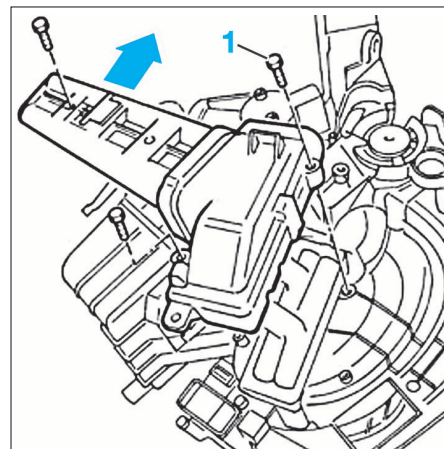

FIG. 21
- Déposer les vis de fixation (1) (Fig.21), puis extraire le carter de canalisation.